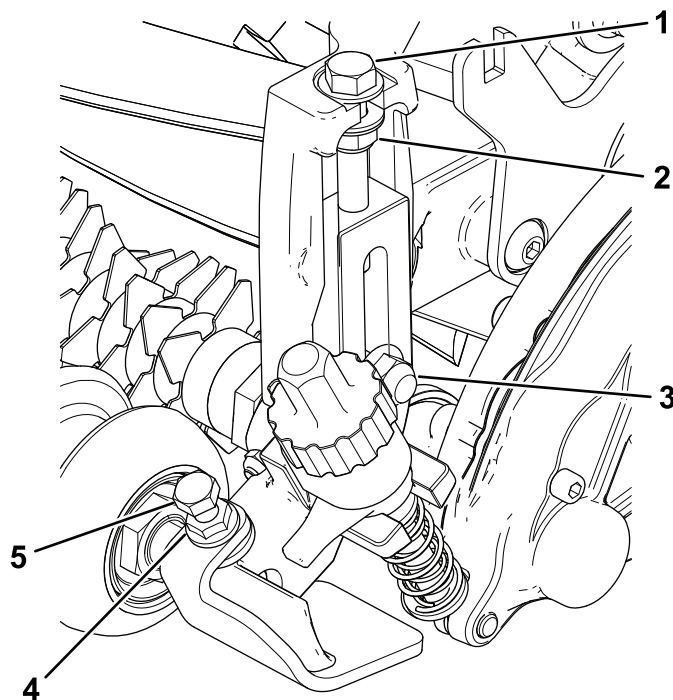

Figura 13
5. Aperte os parafusos de carroçaria e as porcas que prendem os conjuntos do suporte da altura de corte às placas laterais (Figura 13).
6. Aperte a porca de bloqueio no parafuso de ajuste da altura de corte e depois rode a porca de bloqueio meia volta para trás (Figura 13).
7. Centre o rolo frontal entre os conjuntos do suporte da altura de corte e fixe-o no lugar com os parafusos e porcas flangeadas (Figura 13).